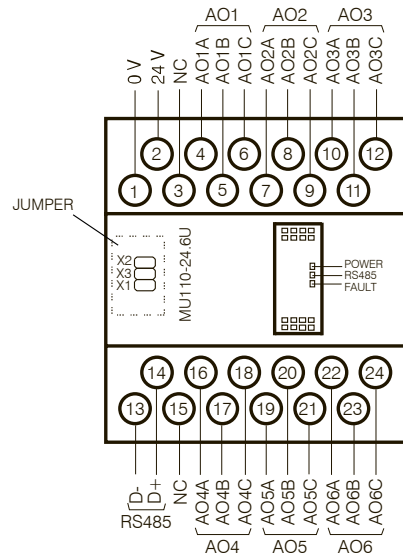

Fig. 4.1 Conexiones eléctricas del MU110-24.6U
Bajo la carcasa en el panel frontal del módulo se encuentran tres puentes (ver Fig. 4.1) con las siguientes funciones:
- Los terminales de conexión se muestran en la fig. 4.1 y 4.2, la designación de los terminales se indica en la Tabla 4.1.
- Abrir la tapa del panel frontal del módulo (ver fig. 4.1).